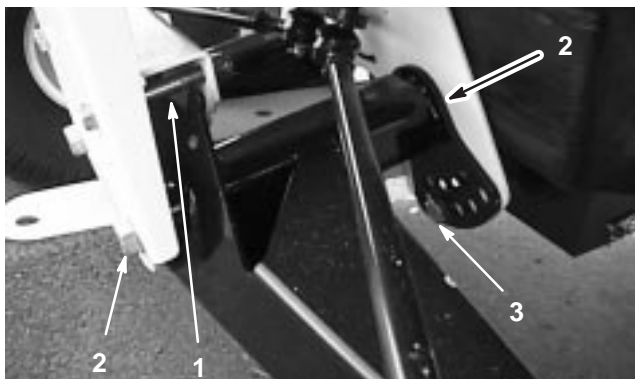

Figure 33
2. Enlevez le boulon limiteur de course (Fig. 33).
3. Desserrez les boulons de centrage dans le bras triangulé avant (Fig. 33).
4. Retirez le boulon de réglage de hauteur de caisse (Fig. 33).
5. Tournez le bras triangulé avant à la position voulue (voir la note ci-après), puis remettre en place le boulon de réglage de hauteur de caisse (Fig. 33).
7. Remettez le boulon limiteur de course (Fig. 33).